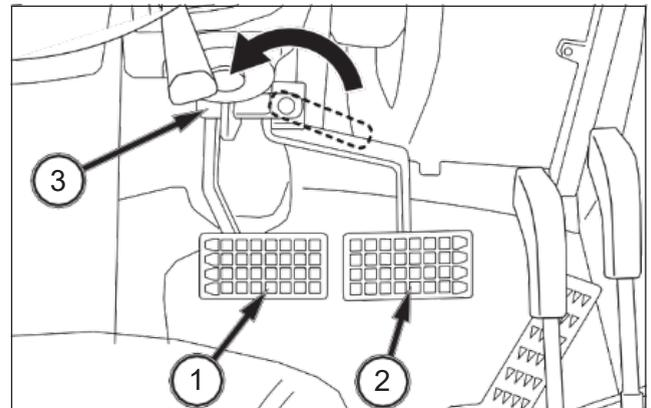

FIG. 43
FIG. 43: El pedal del freno izquierdo (1) y el pedal del freno derecho (2) controlan de forma independiente los frenos de las ruedas izquierda y derecha respectivamente para facilitar las curvas.